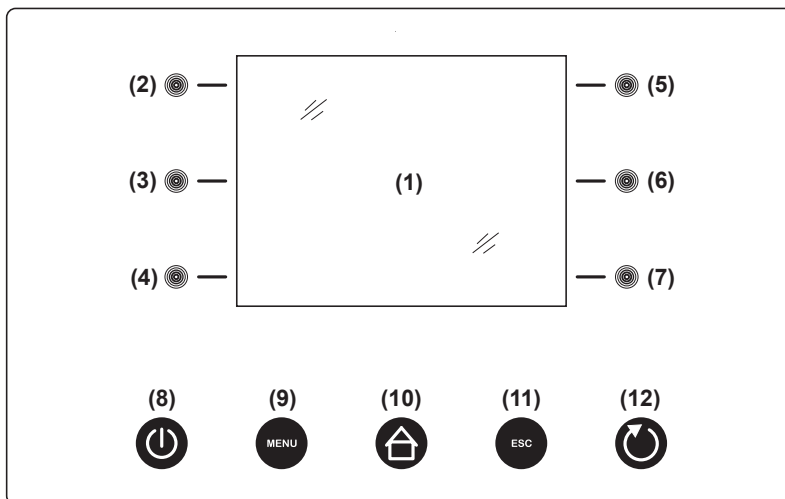
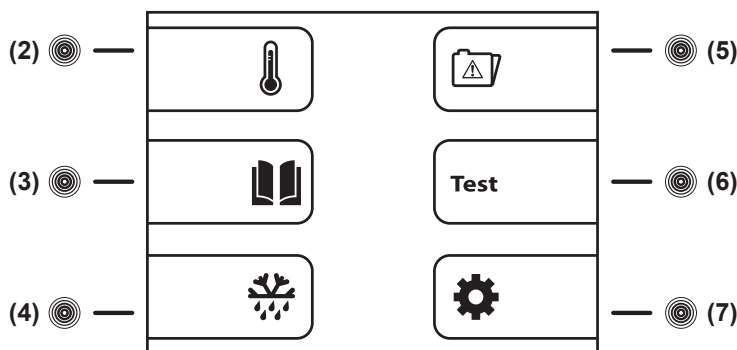

Fig.10
Fig.12
- Pannello di comandi xPRO (**Fig.10**)
8.1.1 Descrizione dei comandi e dei pulsanti pannello xPRO (Fig.10)
8.2.2 Sequenza e codice di accensione (Fig.10)
- premere il pulsante **ON/OFF (8)** per accenderla; sul display compare il menù di inserimento codice di avviamento
- inserire il **codice di avviamento 0050** attraverso i tasti capacitivi touch **(3) (6)** e **(4) (7)**
- i tasti **(3)← (6)→** selezionano la posizione dove immettere il valore numerico spostando il cursore a sinistra e a destra
- dopo aver inserito il codice, premere il pulsante **INVIO (12)** per confermare e accendere la tastiera
8.2.3 Modi di arresto (Fig.10)
- con la scheda accesa, premere il tasto **ON/OFF (8)** per spegnerla
- inserire il codice **0050** attraverso i tasti capacitivi touch **(3) (6)** e **(4) (7)**
- dopo aver inserito il codice, premere il pulsante **INVIO (12)** per confermare e spegnere la tastiera
8.2.4 Impostazione data ed ora (Fig.10)
- premere il pulsante **MENU (9)** per entrare nel menù principale (Fig.12)
Per accedere al Menù Principale (**Fig.12**) premere il tasto **MENU (9)** (**Fig.10**). (Inserire eventualmente il codice di sblocco tastiera **0010** se compare la schermata di inserimento codice).
8.3.1 Menù Setpoint (tasto touch (2) Fig.12)
8.3.2 Menù Dati (tasto touch (3) Fig.12)
Per accedere dal menù principale al menù dati premere il tasto **touch (3)** (Fig.12)
- dal menù dati premere il tasto **touch (7)** ed entrare nella schermata SONDE
- premere il tasto **ESC (11)** per tornare al menù precedente o il tasto **HOME (10)** per tornare al menù principale
8.3.3 Avvio Sbrinamento (tasto touch (4) Fig.12)